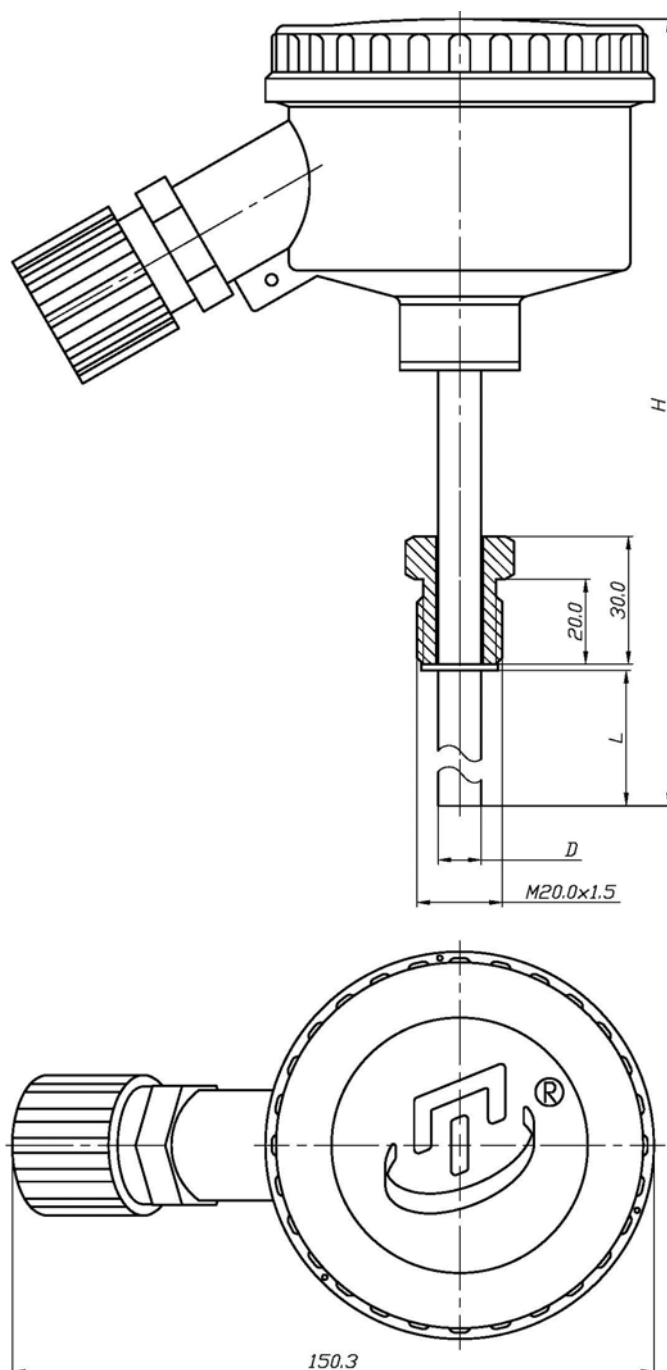
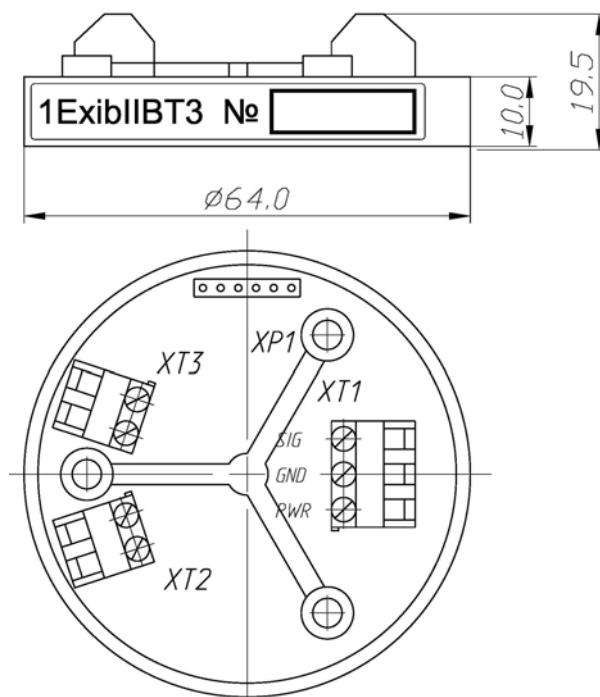
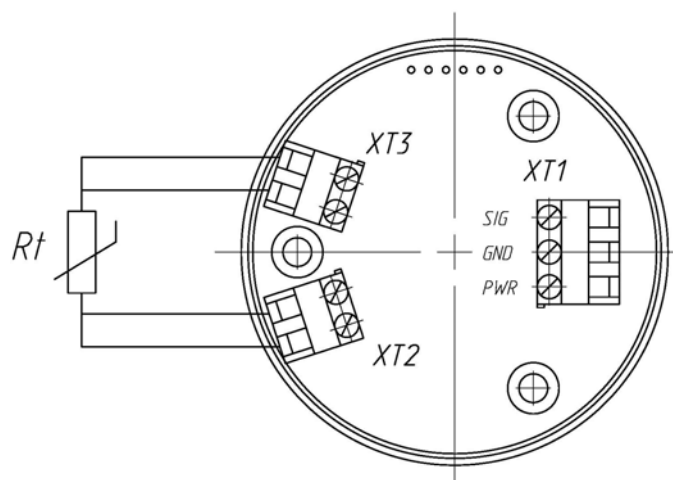

Рис. 4
Рис. 5
Рис. 6
1.8.2 Датчик температуры цифровой (исполнение СТИГ5.182.025-00...47 см. таблицу 6) далее «датчик температуры» представляет собой термометр сопротивления рис. 4 и преобразователь сопротивления рис. 5. Преобразователь сопротивления располагается внутри корпуса термометра сопротивления, что обеспечивает датчику температуры необходимую степень защиты от проникновения воды и пыли. Габаритные размеры датчика температуры совпадают в данном случае с габаритными размерами термометра сопротивления. Схема подключения изображена на рис. 6.